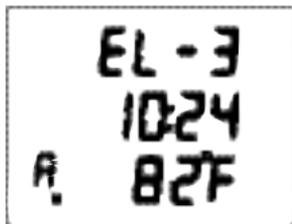

Fig. 97 - SUPERFICIE APNEA ALT 2
**SUPERFICIE APNEA ALT 2;** ésta es la información mostrada (Fig. 97):